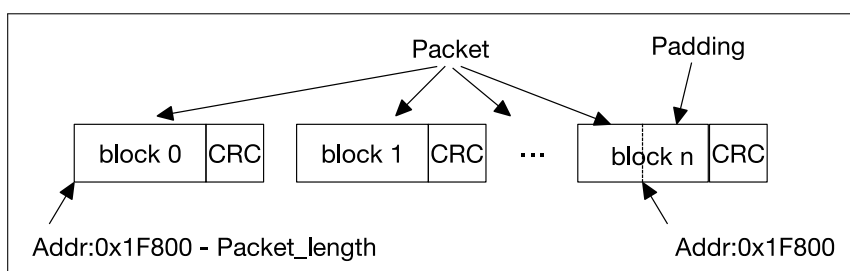

图 27.5-7. 主机向从机发送递增地址包的数据流
- 对于递增地址包，从机判断有效数据是由地址决定的，当数据地址大于等于 `0x1F800` 后会被判定为无效数据从而丢弃。因此，主机应将 CMD53 起始地址字段设为 `0x1F800 - Packet_length` (`Packet_length` 的单位是字节)。递增地址包在 SDIO 总线上的数据流如图 27.5-7 所示。